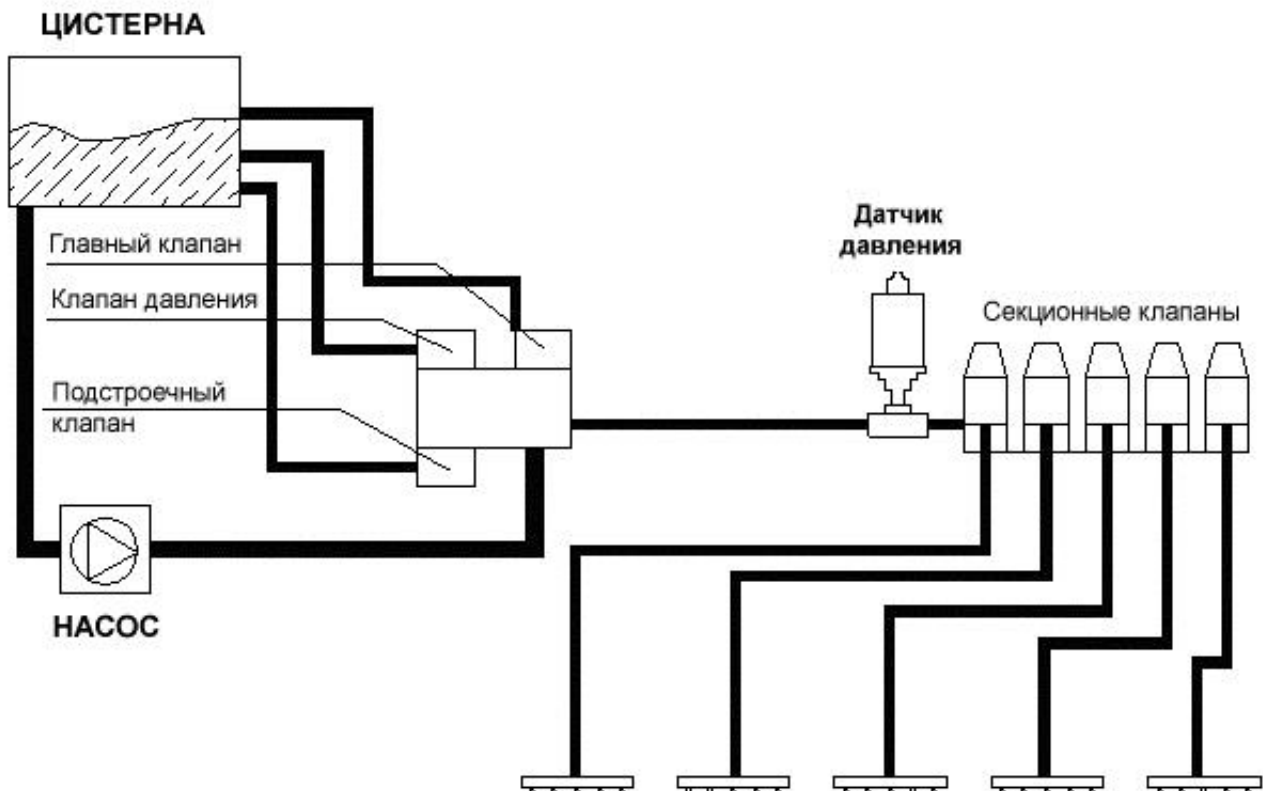

Рисунок 9. Установка датчика давления.
- Датчик скорости должен быть установлен на эксцентрик таким образом, чтобы центр датчика совпадал с зубами(14) колеса. (Рис. 9)